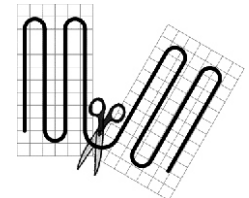

Рис. 3
3. Расстелите мат согласно плану укладки. Мат приклеивается к теплоизоляции кабелем вниз. В местах разворотов **аккуратно разрежьте сетку**, не повреждая греющий кабель (**рис. 3**).